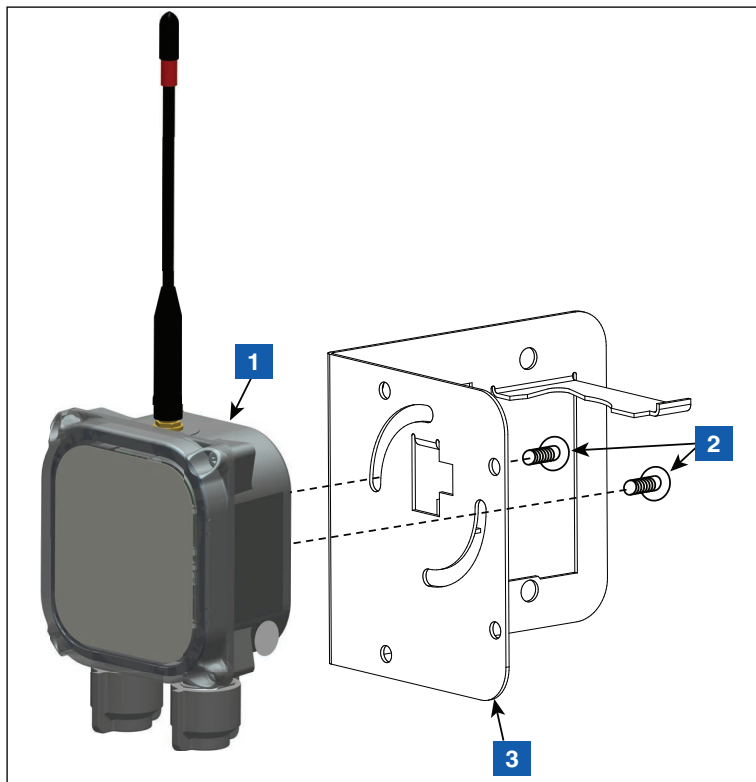

Figura 15. Fije el transmisor al soporte 332295-001
3. Sujete el transmisor al soporte como se muestra en la Figura 15.
LEYENDA PARA LOS CUADROS NUMERADOS DE LA Figura 15